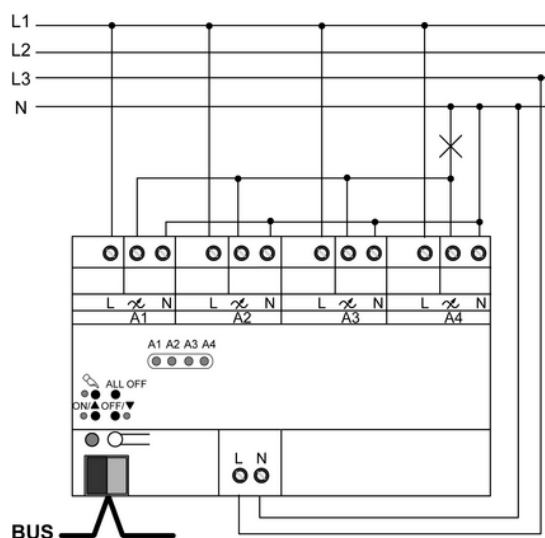

Figura 5: Conexión paralela de salidas de regulador de luz; Ejemplo de conexión
- Conectar el dispositivo según el ejemplo de conexión (figura 5).